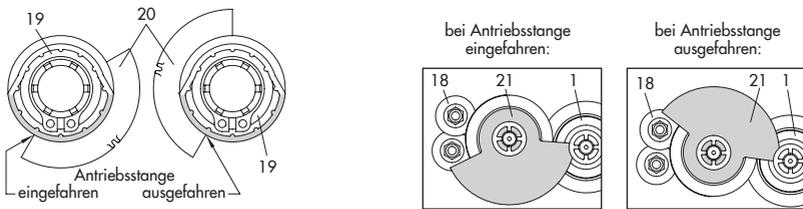

Bild 5-6: Ausrichtung Schaltnocken zu Nockenträger **Bild 5-7:** Ausrichtung der Schaltnockeneinheit
3. Einstellzahnrad (18) auf ihre Dome stecken und mit je einer Schraube befestigen. Prüfen, ob sich die Einstellzahnrad leicht drehen lassen. Schraube andernfalls wieder geringfügig lösen.
4. Schaltnockeneinheit (21) ausrichten: Dazu die beiden Schaltnocken (19) nach Bild 5-6 entsprechend der Stellung der Antriebsstange auf dem Nockenträger (20) verdrehen.